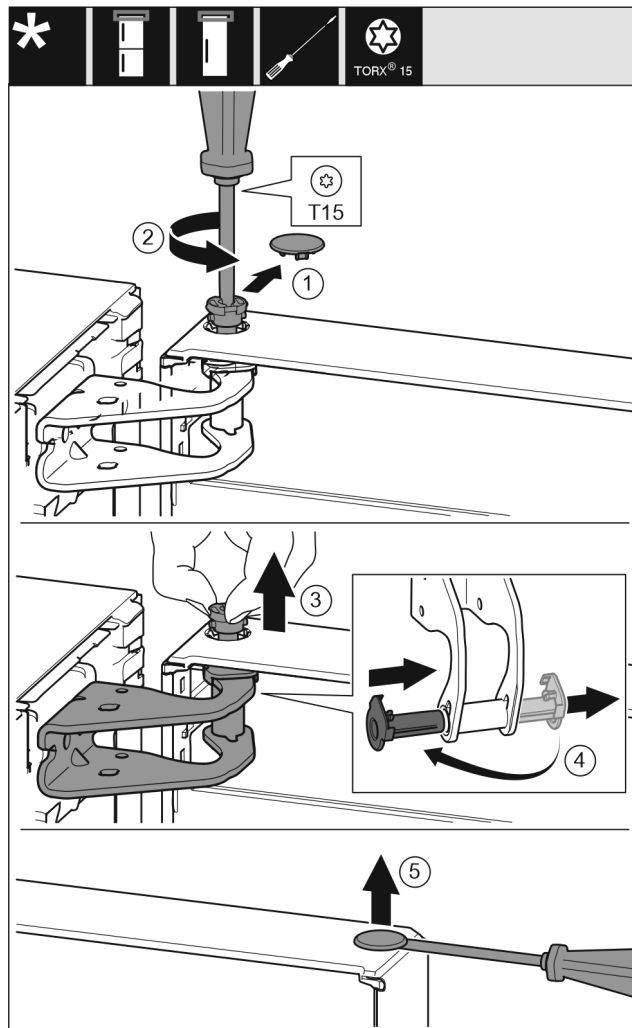

Fig. 5
- ▶ Sicherungsabdeckung vorsichtig abziehen. Fig. 5 (1)
- ▶ Bolzen mit Schraubendreher T15 ein Stück herausdrehen. Fig. 5 (2)
- ▶ Tür festhalten und Bolzen mit den Fingern herausziehen. Fig. 5 (3)
- ▶ Lagerbuchse aus Führung ziehen. Von der anderen Seite einsetzen und einrasten. Fig. 5 (4)
- ▶ Stopfen aus der Tür Lagerbuchse vorsichtig mit einem Schlitzschraubendreher anheben und herausziehen. Fig. 5 (5)